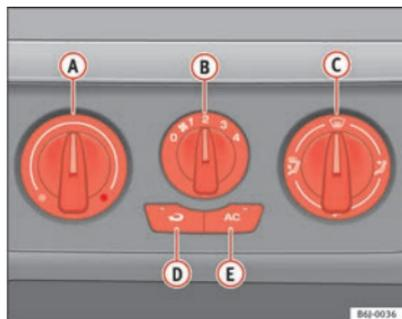

Fig. 86. Sur la planche de bord : éléments de commande du chauffage
- Les régulateurs \Rightarrow fig. 86 (A) et (C) et la commande (B) permettent de régler la température, la distribution de l'air et la vitesse de la turbine.
- Appuyez sur la touche (D) pour activer ou désactiver le recyclage de l'air. Quand la fonction est active, un témoin sur la touche s'allume.